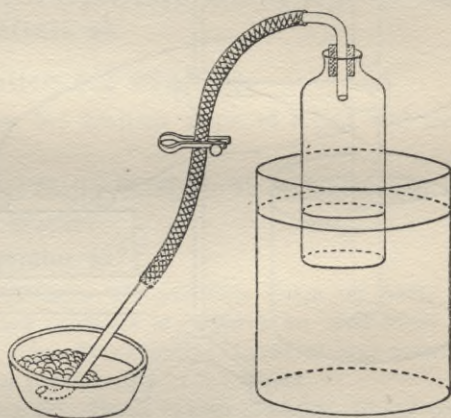

Fig. 22. Knallgas wird in Seifenwasser geleitet.
**Versuch 1** (Fig. 22): Mische in einer Glocke, die mit Wasser gefüllt, und deren obere Öffnung mit einem Gasableitungsrohr und einem Schlauch mit Quetschhahn versehen ist, 2 Raumteile (Zylinder) Wasserstoff mit 1 Raumteil Sauerstoff (pneumatische Wanne). Leite das Gas, indem du den Quetschhahn öffnest und die Glocke in das Wasser drückst, durch ein Glasrohr in Seifenlauge, die in einer Porzellanschale oder einer Blechschale angerührt ist. Nimm darauf das Rohr fort und entzünde die Seifenblasen mit einem auf einen Stock gebundenen Wachsstock. **Vorsicht!**